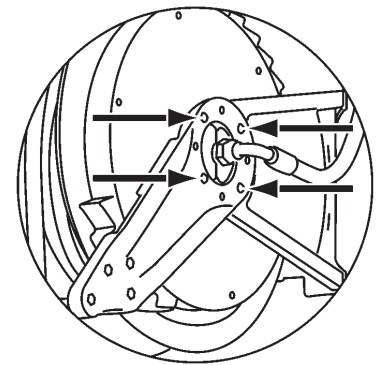

Fig. 5
3. Unscrew the fixing screws (fig. 5).
3. Desserrez les vis sur la partie supérieure du bras (fig. 5).
3. Afloje los tornillos del brazo superior (fig. 5).